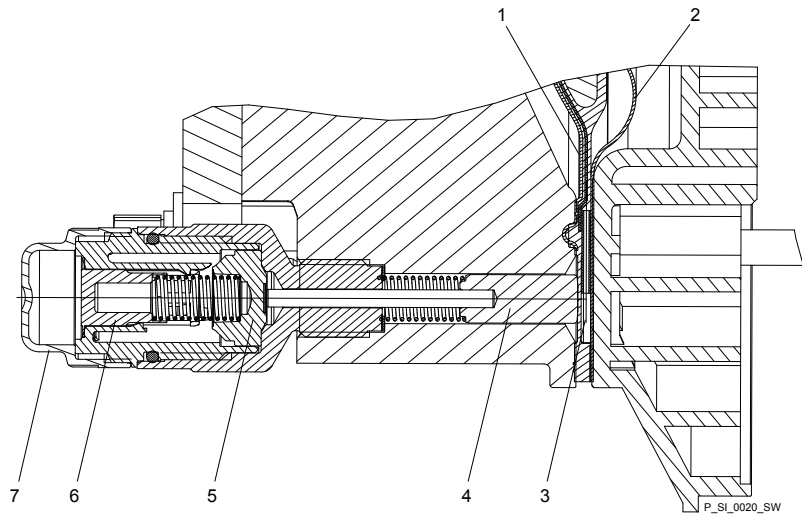

Fig. 35: Vue en coupe de la signalisation de rupture de membrane Sigma (version « capteur visuel de rupture »)
2. ➤ Si le piston du capteur de rupture de la membrane – voir Voir la Fig. 35, pos. 4 – devient humide ou encrassé, nettoyer le piston ainsi que l'orifice dans lequel il se déplace.